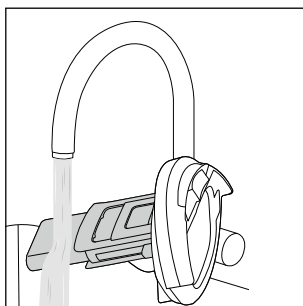

Fig. 25
- ◆ Curățați filtrul de murdărie **10**, plutitorul **8** și capacul rezervorului de apă murdară **9** sub jet de apă caldă (a se vedea fig. 25). Dacă este necesar, utilizați un detergent delicat.